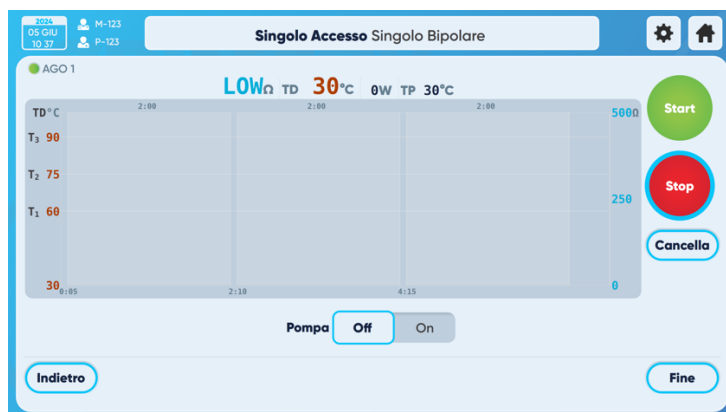

Figura 28 - Schermata di ablazione per la procedura di accesso singolo
2. Toccare il pulsante "START" o premere per alcuni secondi il pedale collegato per avviare l'ablazione. Se la configurazione del pedale è impostata con la modalità Touch + Pedal, sia il pedale che il touch screen possono avviare l'ablazione (Figura 28 e 29). Un suono intermittente viene attivato durante tutta la procedura di ablazione (incluso il raffreddamento della sonda dell'ago dopo l'interruzione dell'emissione RF).